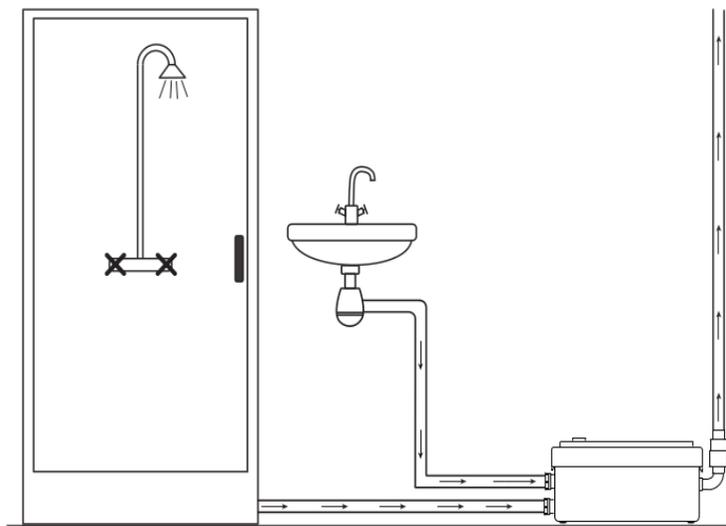

Рисунок 2
- Подключите один или два входных трубопровода через патрубок соответствующие патрубки по схеме на рис. 2. В случае, если подключается один трубопровод, на второе отверстие необходимо установить заглушку.